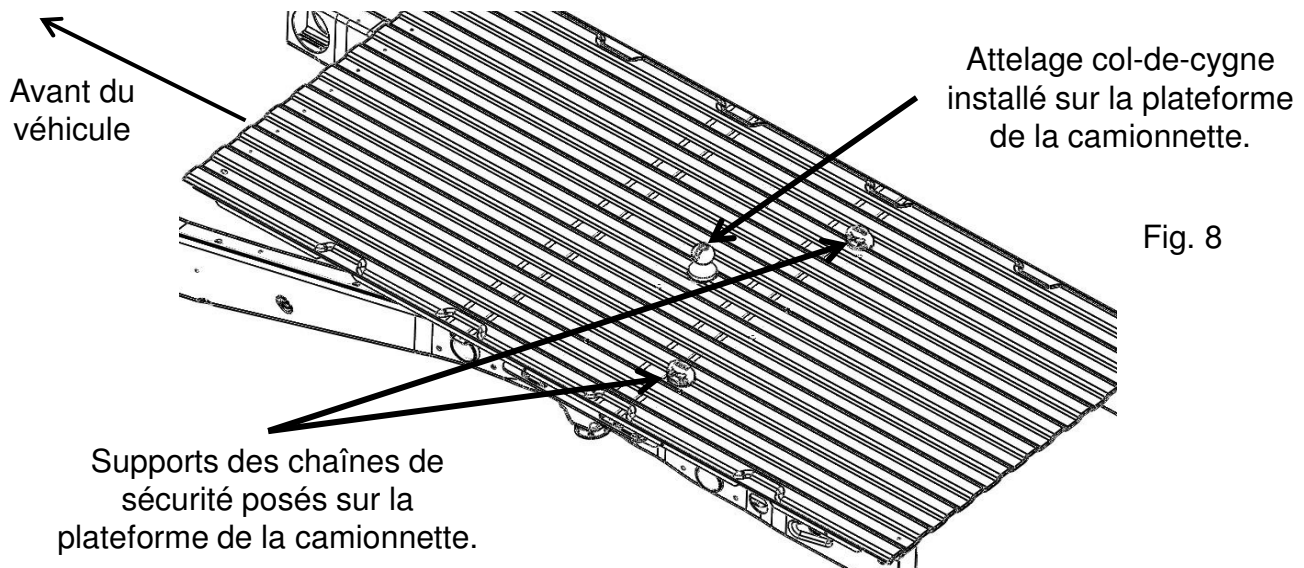

Fig. 8
6. Une fois le dessus du tube-récepteur du col-de-cygne situé dans le trou (voir figure 8), serrer la visserie au couple de 180 lb-pi ; ensuite le support des chaînes de sécurité (voir le manuel d'instructions) et la boule d'attelage 2-5/16 po peuvent être posés.